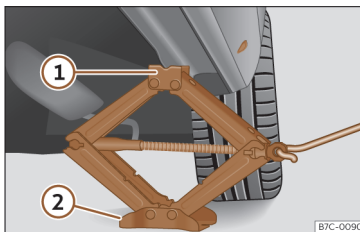

Fig. 197 Longarina: colocação do macaco do veículo.
- Rode a manivela do macaco, colocado por baixo do ponto de apoio da longitudinal, para levantá-lo até que o ressalto ① >>> Fig. 197 se encontre por baixo do alojamento previsto.
- Alinhe o macaco de forma a que a patilha ① «encaixe» no alojamento previsto da longitudinal e que a placa base móvel ② fique apoiada no chão. A placa base ② deve ficar colocada na vertical relativamente ao ponto de apoio ①.